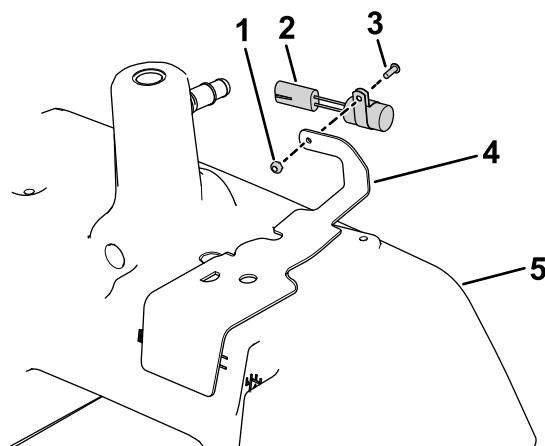
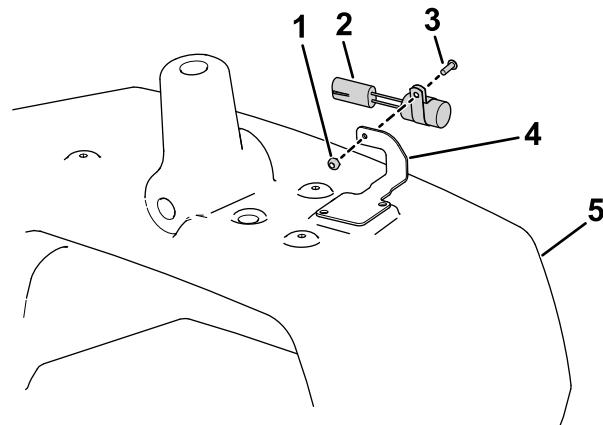

Figura 5
Figura 6
| 3. Coloque la tapa de la mirilla de aceite en su sitio, pero no la sujeté todavía al depósito hidráulico principal (Figura 5). |
2. Utilice el tornillo (5/8") y la contratuerca para instalar el temporizador de retardo en la tapa de la mirilla de aceite (modelos TriFlex diésel y Greensmaster 3250 solamente); consulte Figura 5 o Figura 6.